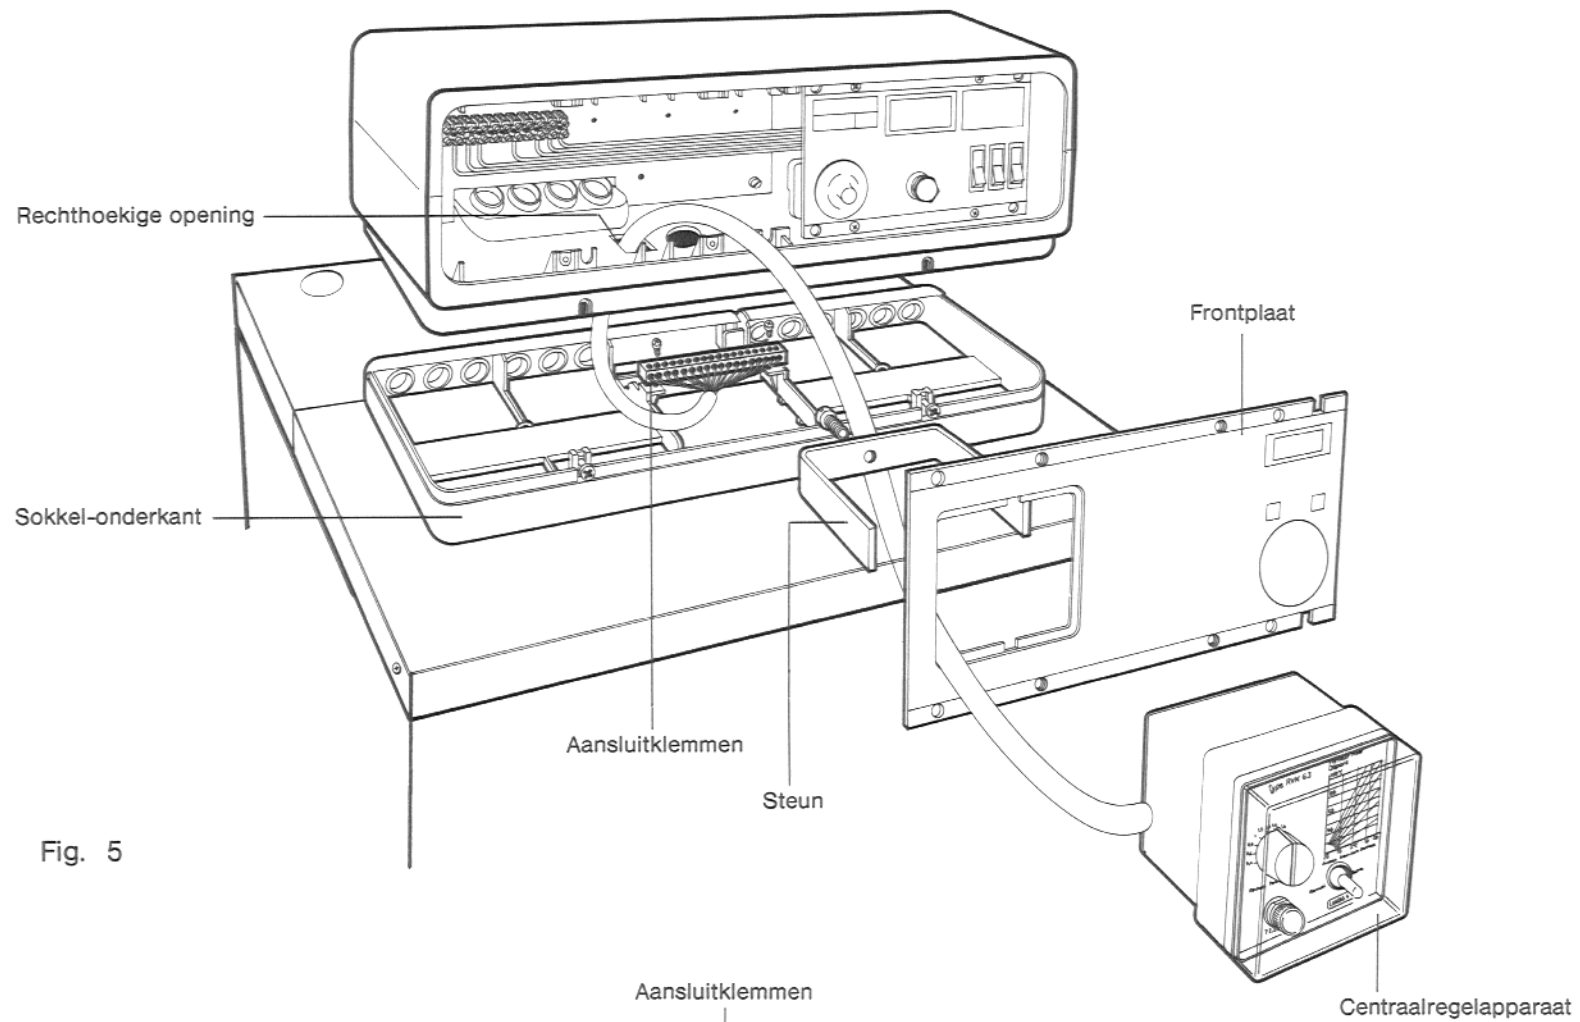

Fig. 5
5.2 Het regelapparaat in de frontplaat aanbrengen zoals in fig. 5 is aangegeven.